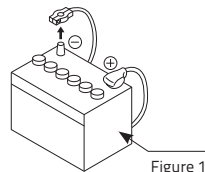

Figure 1
3. インストール作業中のショートを防止するため、作業を始める前に必ずバッテリーのマイナス(-)端子を外しておいてください (Figure 1)